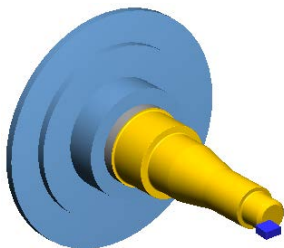

图 8.2.20 仿真结果
(2) 在“Mastercam 模拟器”对话框中单击  按钮，系统将开始进行实体切削仿真，结果如图 8.2.20 所示，单击  按钮。